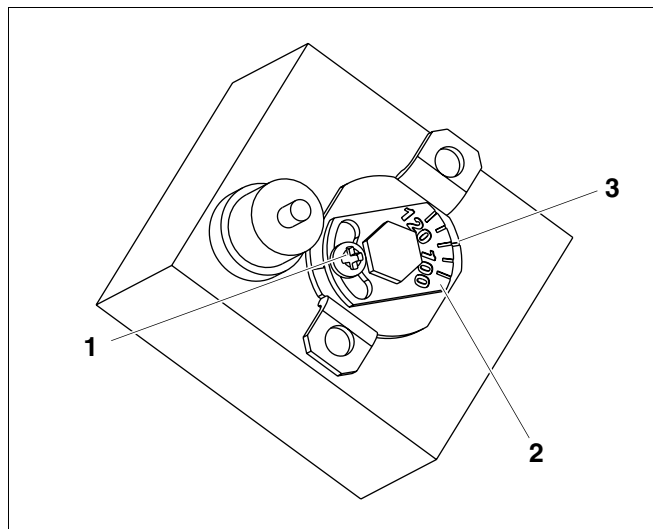
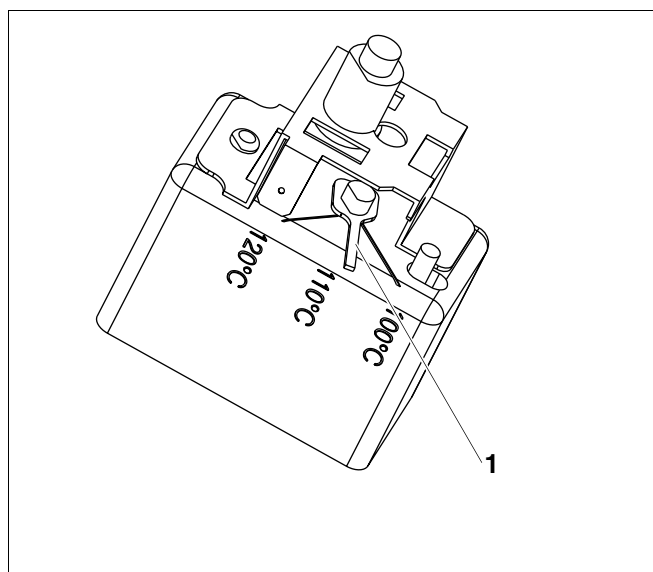

Fig. 59 Type A
Fig. 60 Type B
Vérifier d'abord quelle est le type de limiteur de température de sécurité qui est en place (comparer fig. 59 et fig. 60).
Type A (fig. 59)-
- Desserrer la vis (fig. 59, **pos. 1**).
- Placer l'élément en tôle avec l'échelle de température (fig. 59, **pos. 2**) sur le repère (fig. 59, **pos. 3**).
- Resserrer la vis (fig. 59, **pos. 1**).
Type B (fig. 60)-
- Placer le levier de réglage (fig. 60, **pos. 1**) à la température correspondante.